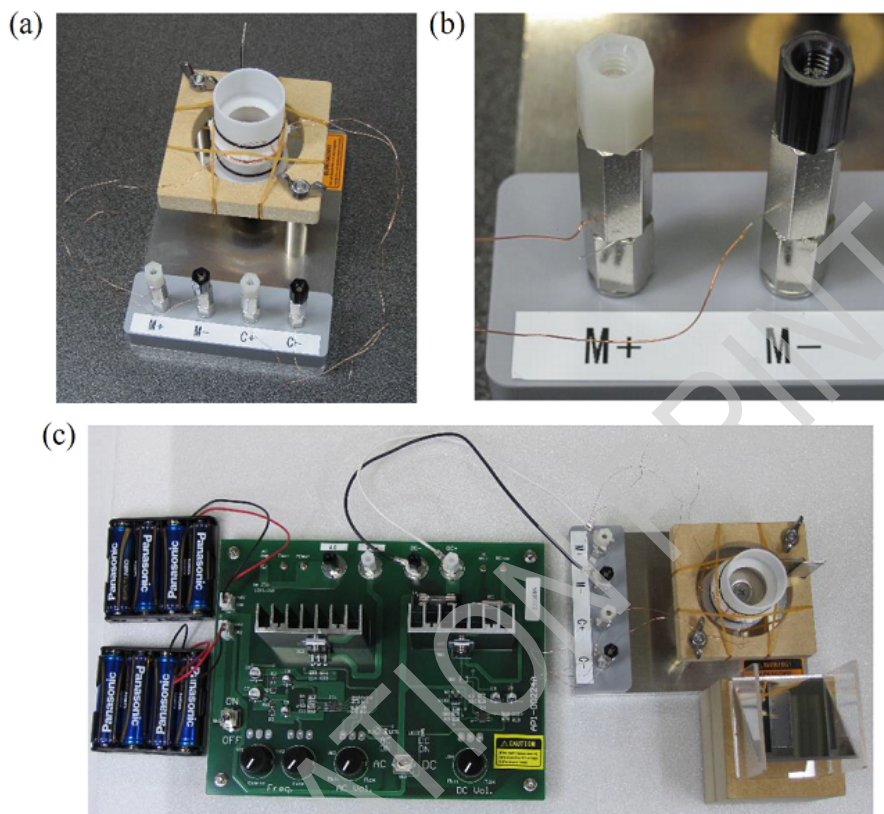

Рис. 5: (a), (b) Подсоединенные клеммы, (c) Вся установка, включая блок питания и аккумуляторы, подключена.
2. Ослабьте гайки на зажимных стойках M+ и M-, чтобы получились зазоры. Используйте нижние зазоры для проводов от катушки (рис. 5(a), (b)). Проверка полярности будет ниже.
4. Поместите батарейки в держатели батареек и соедините их с БП (CN1, CN2) (рис. 5(c)).